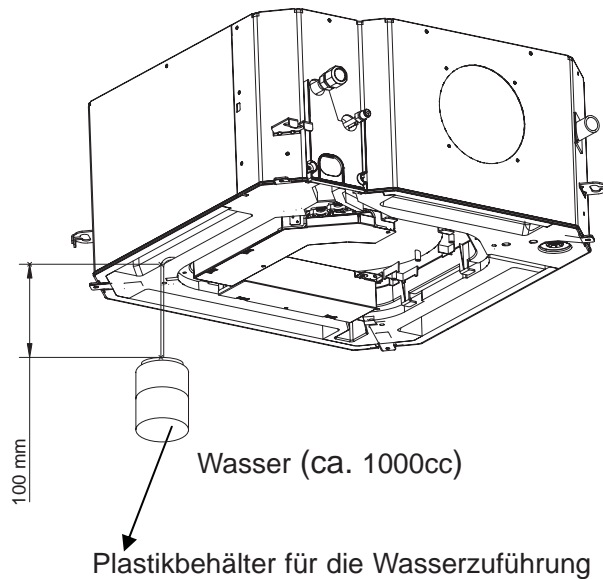

Abb.14
3. Gießen Sie langsam 1000cc Wasser in die Ablaufwanne ein (Abb.14).